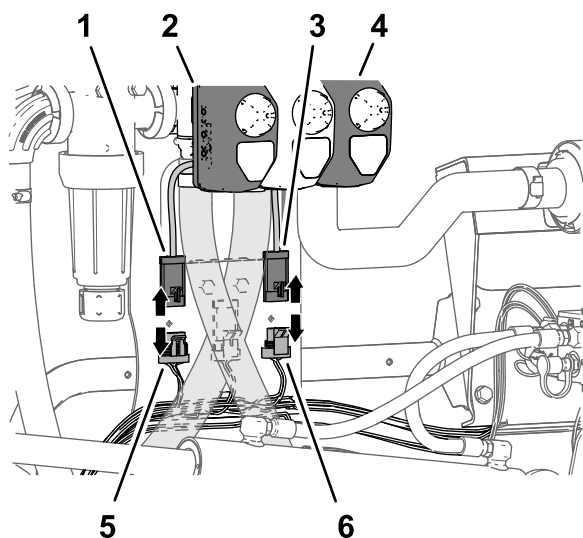

Рисунок 37
- Отсоедините 4-гнездовой разъем жгута проводов машины с маркировкой RATE VALVE (КЛАПАН ИНТЕНСИВНОСТИ ОПРЫСКИВАНИЯ) от 4-штыревого разъема привода клапана интенсивности опрыскивания (Рисунок 37).
- Отсоедините 3-гнездовой разъем жгута проводов машины с маркировкой MASTER SPRAY VALVE (ГЛАВНЫЙ КЛАПАН ОПРЫСКИВАТЕЛЯ) от 3-штыревого разъема привода главного клапана опрыскивателя (Рисунок 37).